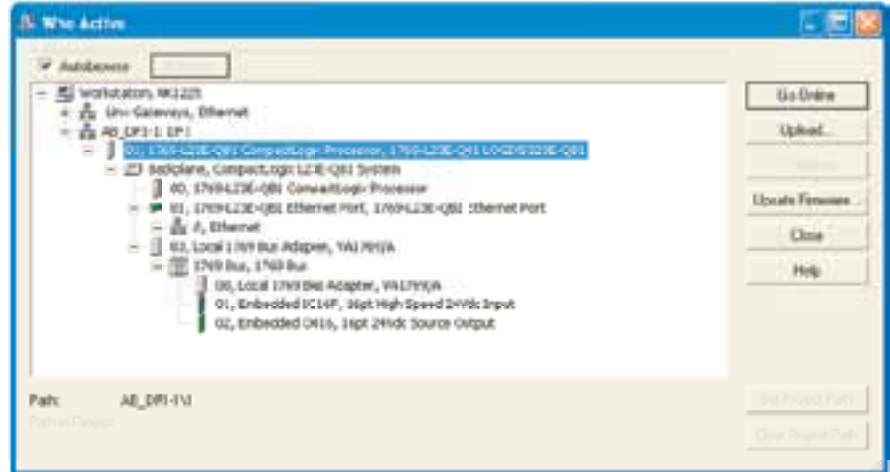

Figure 4.3.21f Fenêtre "Qui est actif"
1. Sélectionnez l'appareil correspondant (figure 4.3.21f) et cliquez sur "Mettre à jour firmware". Dans la fenêtre "Sélectionner révision du firmware", sélectionnez la dernière version. Cliquez sur "Mettre à jour".